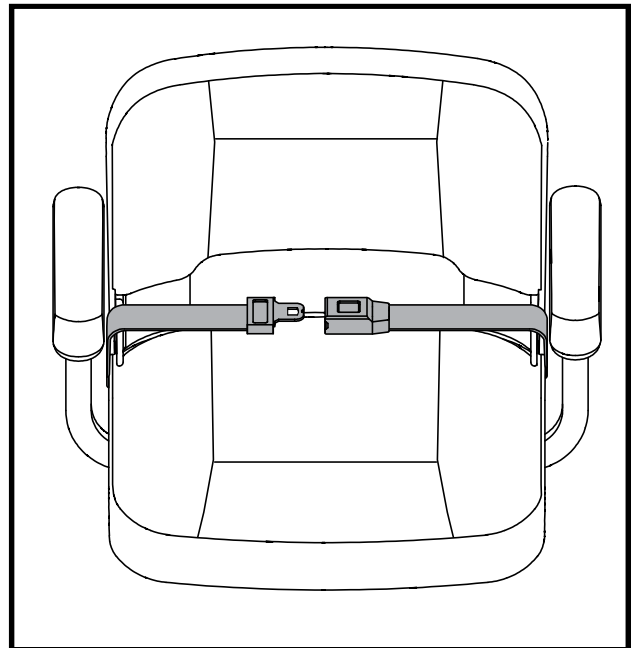

Figure 22. Ceinture de positionnement - De type attache in métal ou ceinture de positionnement - Crochet réutilisable et boucle de fixation
1. Insérez l'onglet de la ceinture côté droit dans la boucle de ceinture côté gauche jusqu'à ce que vous entendiez le "clic". Voir la figure 22.